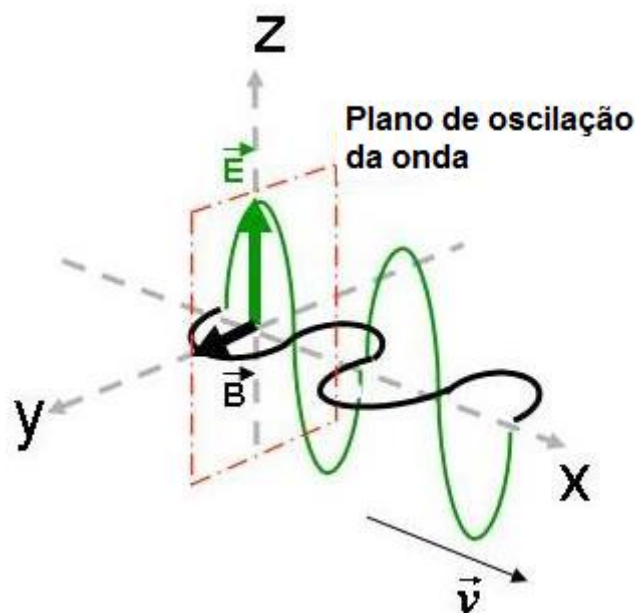

Figura 7 – Onda eletromagnética
- Ondas eletromagnéticas consistem de campo elétrico (E) e campo magnético (H).
- Onda eletromagnética é uma combinação de um campo elétrico e um campo magnético, onde esses campos se propagam em uma mesma direção, porém em planos ortogonais. É de conhecimento que uma variação no campo magnético induz um campo elétrico e vice-versa, portanto numa onda eletromagnética o campo elétrico é gerado pelo campo magnético que por sua vez é gerado pelo campo elétrico, ambos se nutrindo num arranjo perfeito, veja a figura 7.
um ao outro e também à direção de propagação da onda que se desloca com velocidade  $v$ . Isso nos permite classificar a onda eletromagnética como onda transversal. A figura 7 mostra a disposição dos campos elétricos e magnéticos de uma onda eletromagnética, e a direção e o sentido de sua propagação.